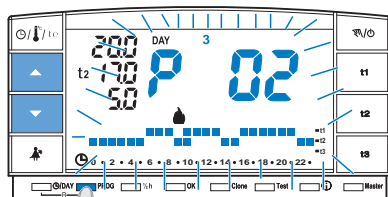
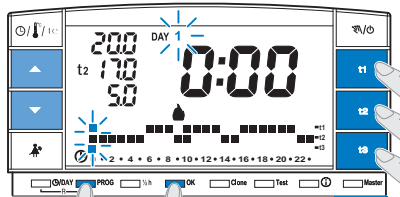

fig. 14
fig. 15
- Per modificare le impostazioni precedentemente salvate del programma **P01**, **P02** o **P03**, premere il tasto **PROG** per entrare in visualizzazione programmi, premere i tasti **▲▼** (oppure PROG ad impulsi) sino a quando sul display appare il numero del programma che si vuole modificare (**P 01** o **P 02** o **P 03**) fig. 14, premere il **tasto OK** (oppure il tasto PROG) **per 4 secondi** per accedere alla modifica (esempio in fig. 15); se il giorno da modificare non fosse Lunedì premere una o più volte **OK** fino a selezionare il giorno desiderato.
- Procedere alla modifica del profilo giornaliero utilizzando i tasti **t1**, **t2** o **t3** (esempio in fig. 15).